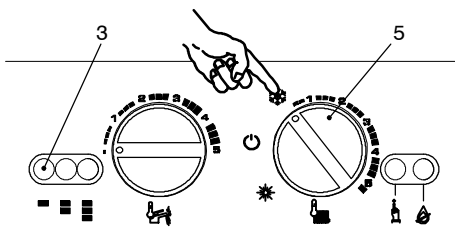

fig. 2.2
- 2 Suministrar fluido eléctrico a la caldera accionando el interruptor bipolar dispuesto en la instalación; El indicador luminoso 3 en fig. 2.2 hace un breve centelleo cada 4 segundos aproximadamente.
- 3 Colocar el conmutador 5 como en la fig. 2.2; el indicador luminoso 3 centellea por intermitencia de aproximadamente cada 2 segundos.